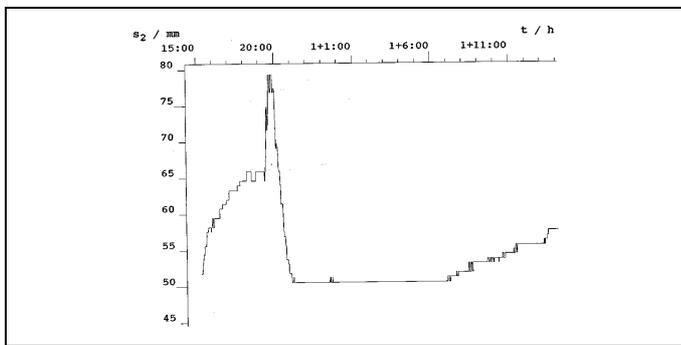

Fig. 6
**Kugelträger ⑨ ohne Gehäuseberührung umschwenken.**
**Versuchsanordnung während der Meßwerterfassung keiner mechanischen Erschütterung und keinen Temperaturschwankungen, die zu Konvektionen in Gehäuse der Drehwaage führen können, aussetzen (s. Fig. 6)**
**Turn the ball carrier ⑨ without touching the housing.**
**The experiment setup must not be subjected to any shocks or temperature variations which may cause convection in the torsion balance housing while recording measured values (see Fig. 6)**
Read off and note the position of the light pointer on the scale every 30 s (Fig. 6) for at least 3 periods when using the end displacement method and for 1 period when using the acceleration
ode die Stellung des Lichtzeigers auf der Skala alle 30 s ablesen und notieren (Fig. 6)